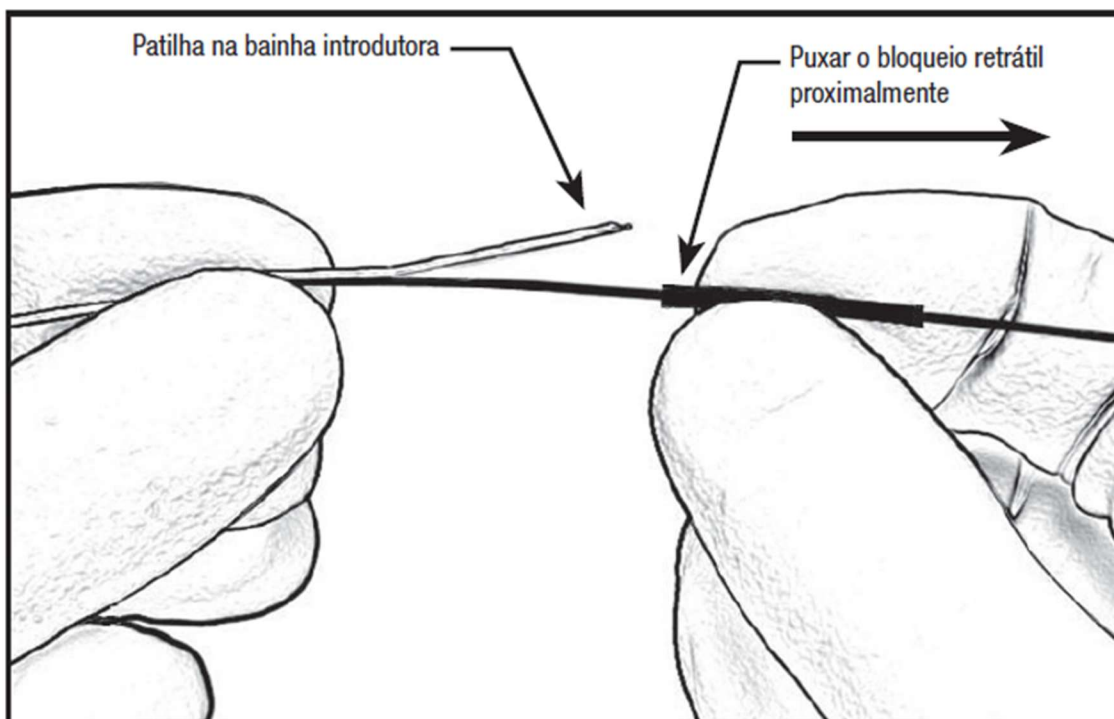

Figura 3 – Puxar o bloqueio retrátil proximamente
16. Segure o dispositivo imediatamente distal ao bloqueio retrátil e puxe o bloqueio retrátil proximamente para expor a patilha na bainha introdutora. Consulte a Figura 3.